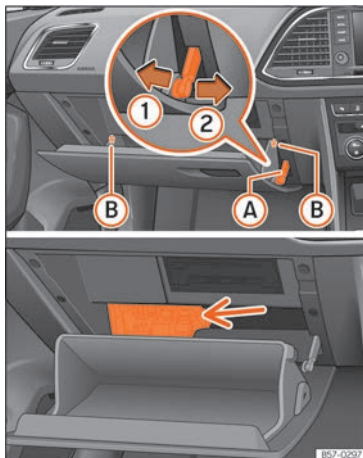

Fig. 106 Guantera (guía derecha): acceso a la caja de fusibles.
- Desmonte el freno de apertura »» fig. 106 (A) en dos pasos: primero desbloquee el freno tirando de él hacia atrás (flecha ①) y después desplácelo ligeramente hacia la derecha (flecha ②). Desmonte la guía cuando la tapa esté en apertura normal (30°).
- Libere los pivotes laterales (B) y desbloquee la tapa hasta la segunda apertura (60°).